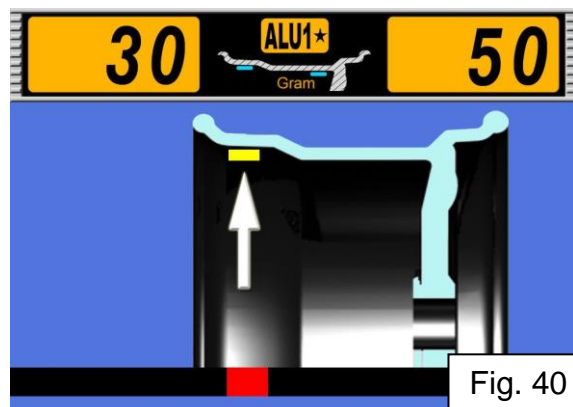

Fig. 40
- Continue a mover o botão do indicador A / D para a posição indicada pela seta na tela (ref. Fig. 40).